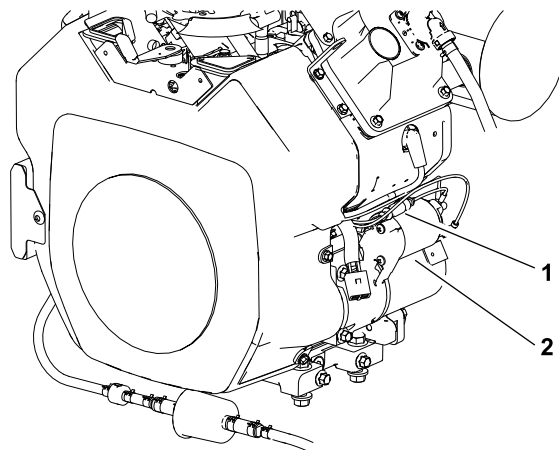

Рисунок 41
2. Рядом с двигателем стартера разъедините две половины держателя плавкого предохранителя в жгуте проводов двигателя (Рисунок 41).
5. Соедините половины держателя плавкого предохранителя (Рисунок 41).